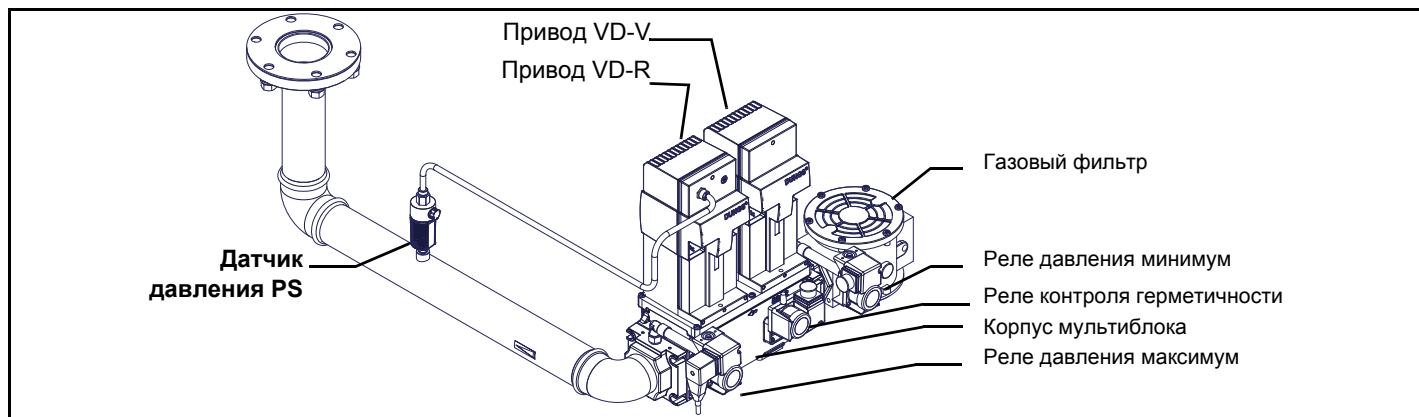

Рис. 2 - Пример газовой рампы
**ВНИМАНИЕ:** после монтажа газовой ramпы согласно схеме на Рис. 2, необходимо провести тестирование на герметичность газового контура, согласно требований действующих нормативов.
- 1 - б) при фланцевых соединениях: между соседними компонентами устанавливать прокладку (1A..1E - Рис. 2), совместимую с используемым газом,
**ВНИМАНИЕ:** после монтажа газовой рампы согласно схеме на Рис. 2, необходимо провести тестирование на герметичность газового контура, согласно требований действующих нормативов.